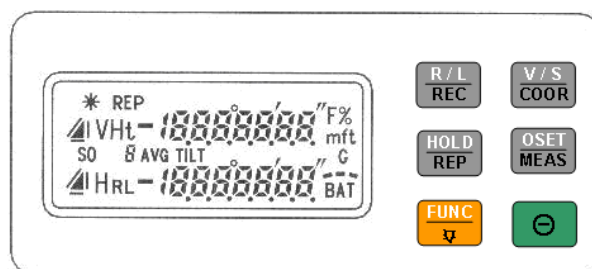

Рисунок 4.2 – Вигляд панелі управління електронного теодоліта DE-2A
2. Ознайомлення з панеллю управління та функціями електронного теодоліта DE-2A (рис. 4.2).